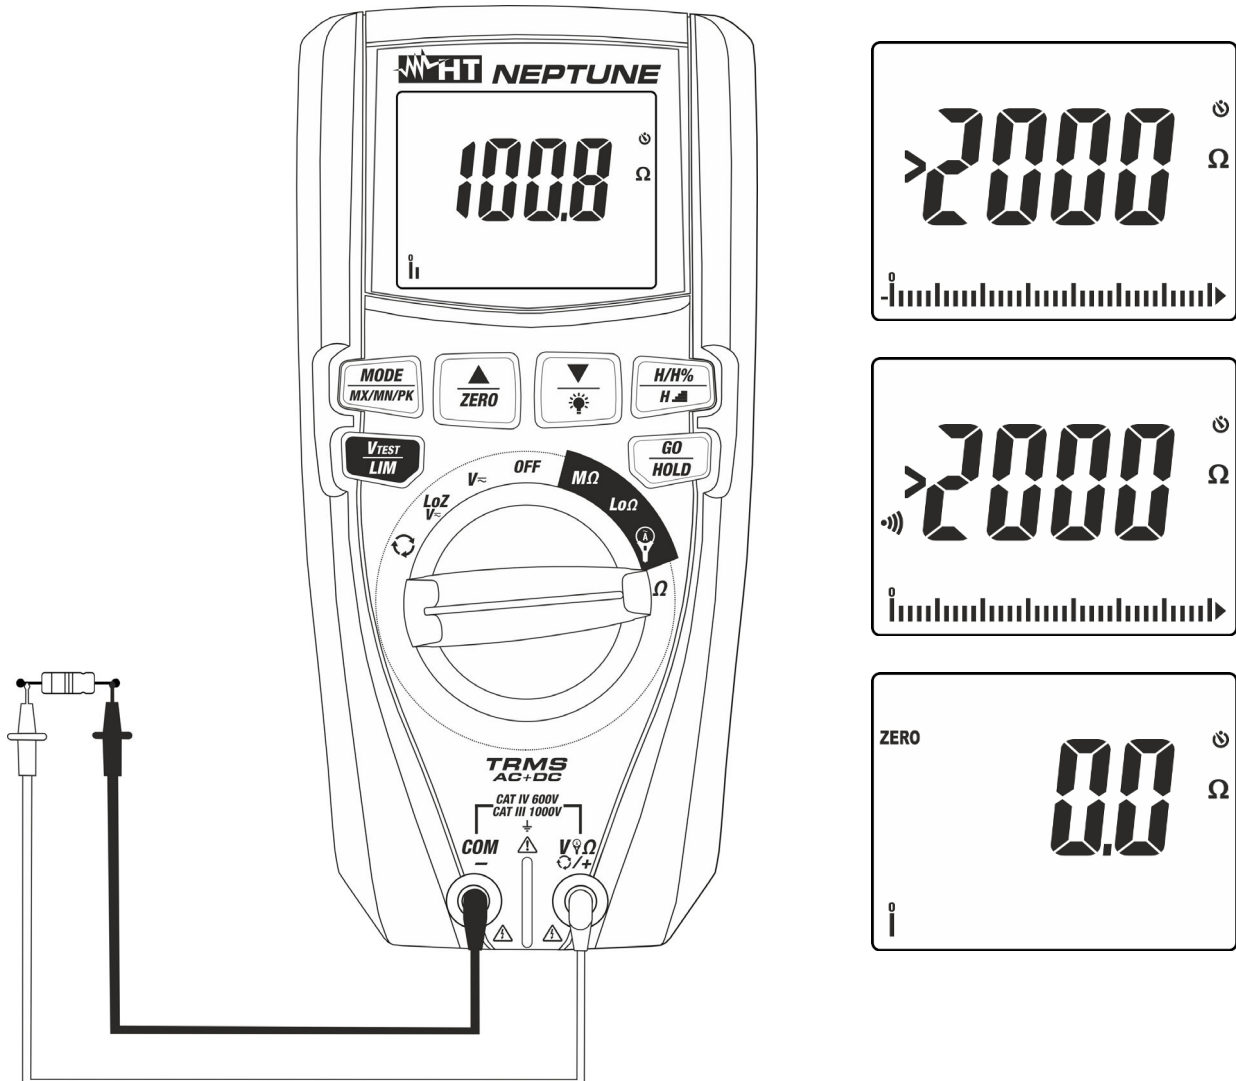

Fig. 9: Uso dello strumento per misura di Resistenza e Test Continuità
4. Posizionare i puntali nei punti desiderati del circuito in esame (vedere Fig. 9). Il valore della resistenza è visualizzato a display
5. Se sul display è visualizzato il messaggio ">2000 Ω " (vedere Fig. 9) si è raggiunto il fondo scala dello strumento